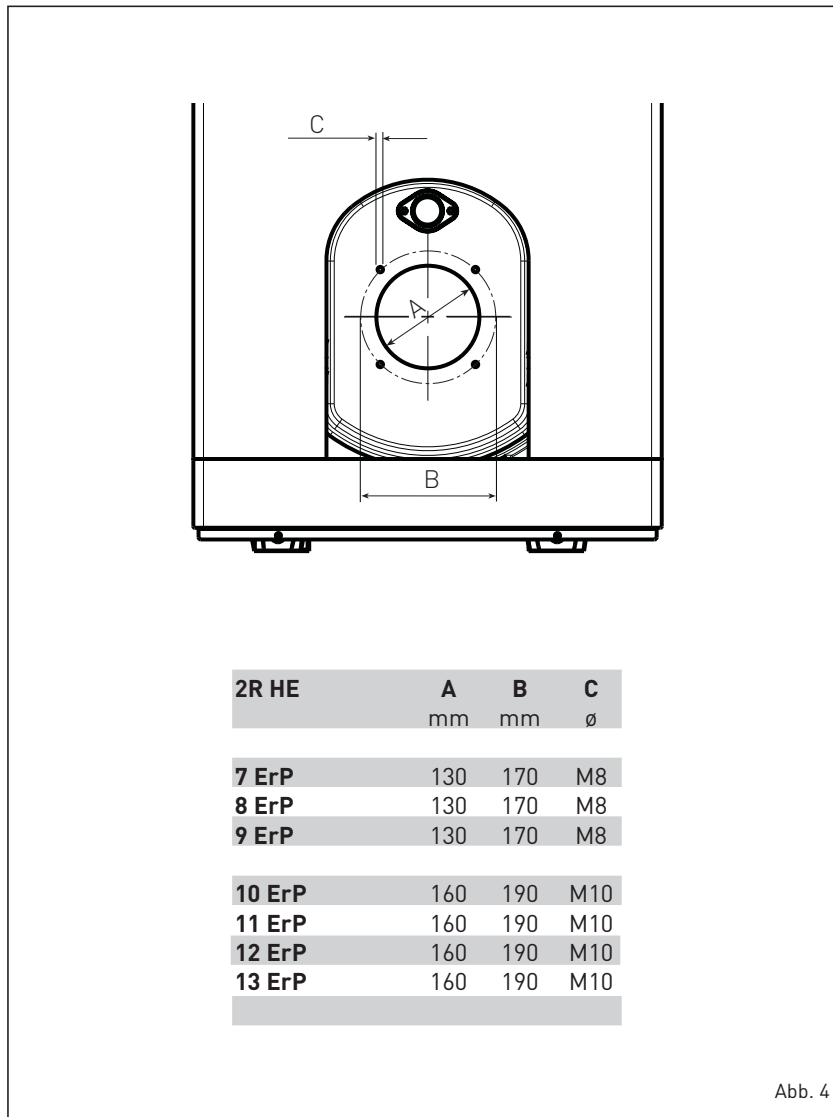

Abb. 4
1.5.1 Montage van de brander (Abb. 4)